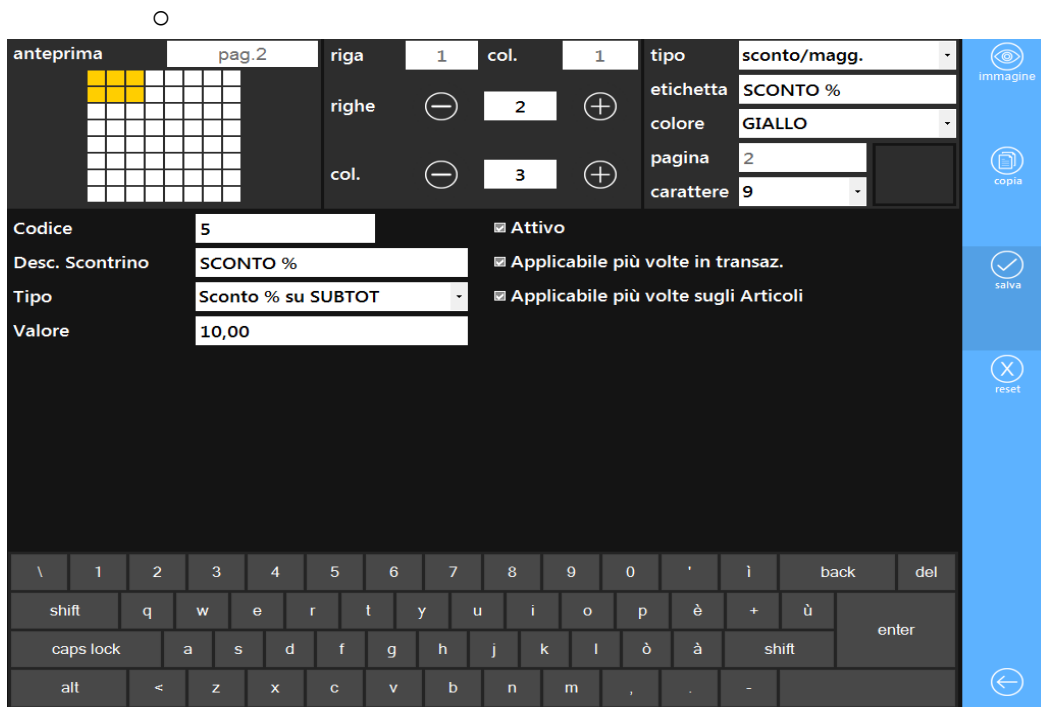

Figura 8.39: Inserimento tasto Sconti/Magg.
4. riempire i campi della schermata (vedi Figura 8.39), che sono: